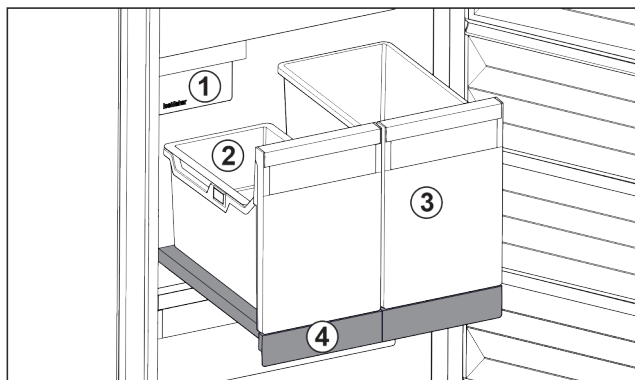

Fig. 99 Wyszwana p3tka z IceTower
Na wyszwanej p3tce znajduj3 si3 dwa wysokie pojemniki (IceTower). W pojemniku Fig. 99 (2) zbierane i przechowywane s3 kostki lodu z IceMaker. Pojemnik Fig. 99 (3) nadaje si3 do przechowywania wysokich artyku33w spozywczych, takich jak pizza i napoje alkoholowe.